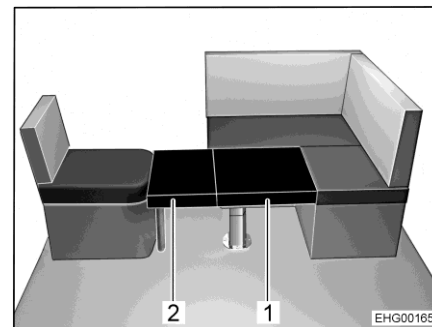

Fig. 111 Después de la transformación
Junto con el asiento individual lateral y la mesa elevadora desplazable, el grupo de asientos L se podrá convertir en una cama adicional. Se requieren dos cojines adicionales para crear la superficie de descanso. Uno de los cojines adicionales (Fig. 111,2) está equipado con un reposapiés desplegable y un soporte de fijación. El otro cojín adicional (Fig. 111,1) se coloca en el tablero de la mesa.
- Desplegar el reposapiés el cojín adicional más pequeño (Fig. 111,2).
- Enganchar el soporte de fijación del cojín adicional (Fig. 111,2) en el asiento individual y clocar el cojín adicional en el tablero de la mesa.
- Colocar el segundo cojín adicional (Fig. 111,1) sobre la tablero de la mesa.